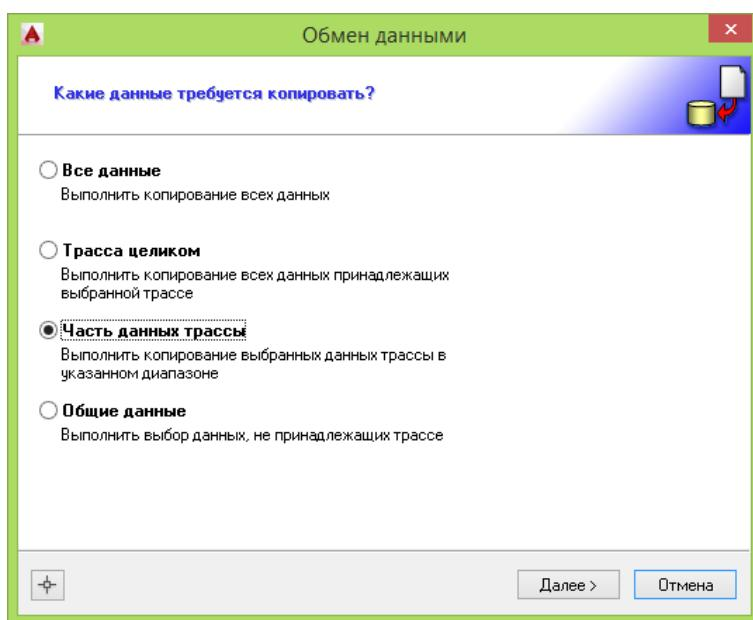

Рис. 13. Обмен данными - выбор данных.
4. *Примечание.* Если длина трассы была изменена, необходимо выбрать режим копирования Часть трассы (см.Рис. 13) и включить флајок Обновить диапазон чертежа. В результате чертеж будет перерисован с учетом «новой» длины трассы.